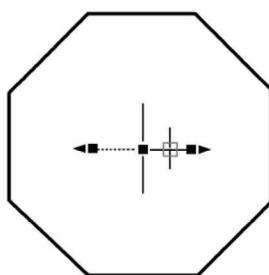
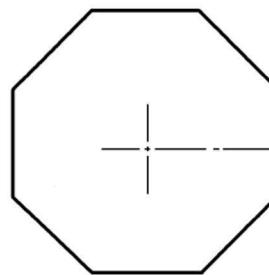

图 1-1-22 拾取水平中心线
图 1-1-23 向右拉长水平中心线
8. 拉长水平中心线:点击水平中心线,该直线被拾取到,同时出现了三个方形夹点和两个三角夹点,如图 1-1-22 所示。当十字光标靠近右边的三角夹点时,该夹点显亮,点击该三角夹点,向右拖动十字光标,该中心线被往右侧拉长,在适当位置点击结果如图 1-1-23 所示。